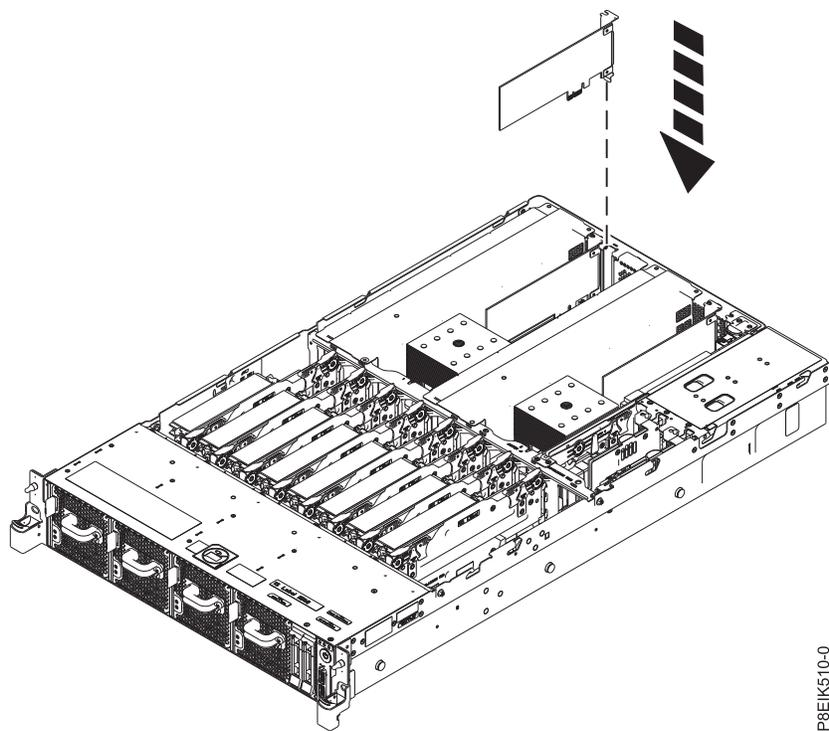

図 96. PCIe アダプターの挿入
2. 取り替え用の PCIe アダプターをシステム・バックプレーンに挿入します (図 96 を参照)。アダプターを正しく位置合わせし、スロットに完全に挿入してください。長い PCIe アダプター・カードを水冷システムのスロット 2 に差し込む際には、冷却水ホースがアダプター・カードの下に挟まらないように注意してください。冷却水ホースをアダプター・カードの終端の周りに巻きます。